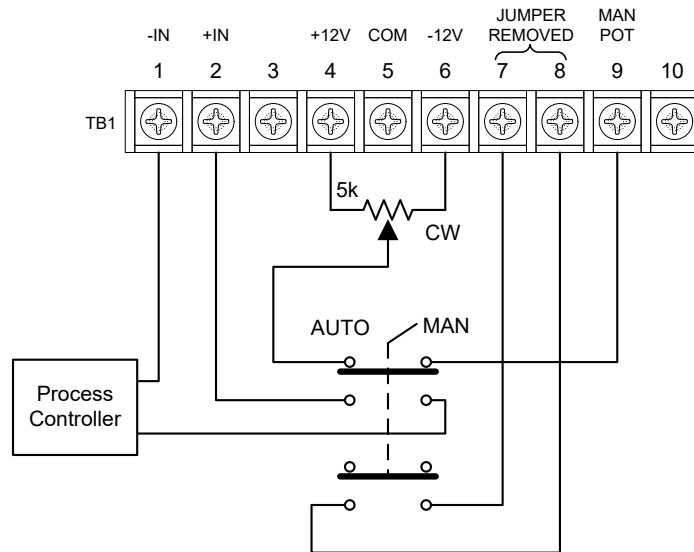

Figure 4.4 Commande automatique/manuelle avec un contrôleur et un potentiomètre distant
Avec l'alimentation du SHPF3 coupée, connectez l'interrupteur, le potentiomètre et le contrôleur comme indiqué à la figure 4.4 et retirez le cavalier des bornes TB1-7 et TB1-8. Installez l'interrupteur **AUTO/MAN** à proximité du potentiomètre manuel à distance. Remarquez que la position entièrement horaire (CW) du potentiomètre correspond à la sortie de puissance maximale.